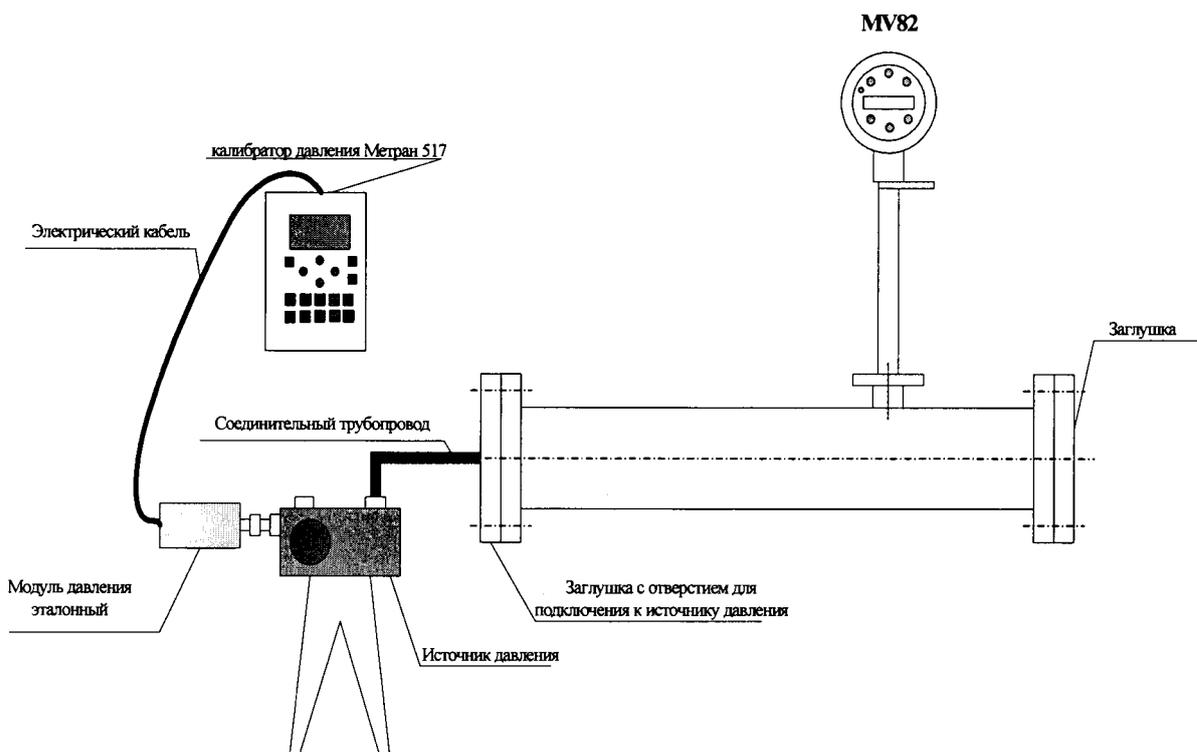

Рисунок 5 – Схема подключения портативного калибратора давления Метран 517 к расходомеру счетчику серии MV82
6.5.4.3 В случае модели MV82 участок трубы с фланцами, на который смонтирован расходомер-счетчик, герметизируют с двух концов заглушкой. С одной стороны подсоединяют портативный калибратор давления Метран 517 через источник давления как показано на рис. 5.